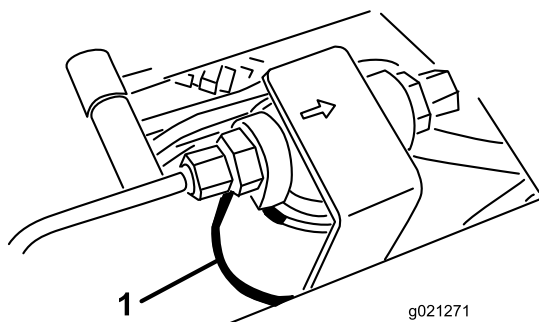
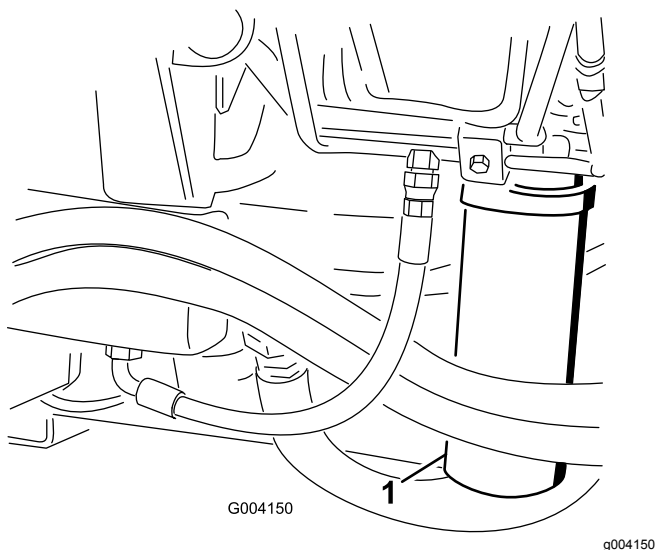

Figura 102
Figura 103
2. Limpe a área à volta da área de montagem do filtro e coloque um recipiente de drenagem por baixo do filtro (Figura 102) e (Figura 103).